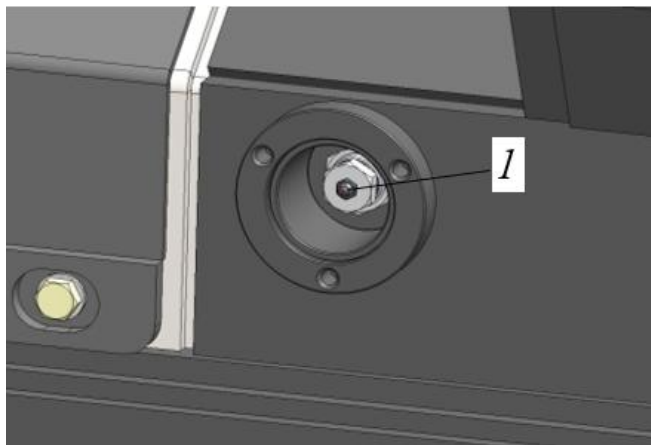

Рисунок 5.78. Место расположения пресс-маслёнки для натяжения гусеницы
- ▶ Снять пылезащитный колпачок с пресс-масленки 1, рис. 5.78.
- ▶ Вывернуть пресс-масленку 1, рис. 5.78, на 2-3 оборота, но не более 4-х.
- ▶ Полностью вывернуть пресс-масленку 1, рис. 5.78.
Для исключения возможных травмоопасных ситуаций запрещается при ослаблении гусеницы полностью выворачивать пресс-масленку 1, рис. 5.78, так как при этом может произойти срыв резьбы клапана и выброс смазки под большим давлением.